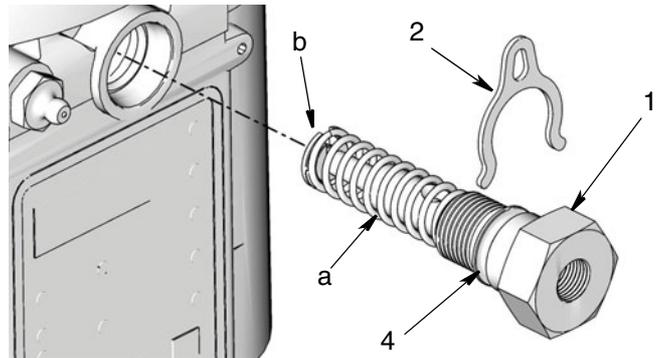

FIG. 2
Asegúrese de retirar el resorte (a), el aro de tope (b) y el pistón (c) con el elemento de bomba (FIG. 2).
1. Examine el nuevo elemento de bomba (1). Asegúrese de que el resorte (a), el aro de retención (b), junta tórica (4) y el pistón estén instalados (FIG. 2).